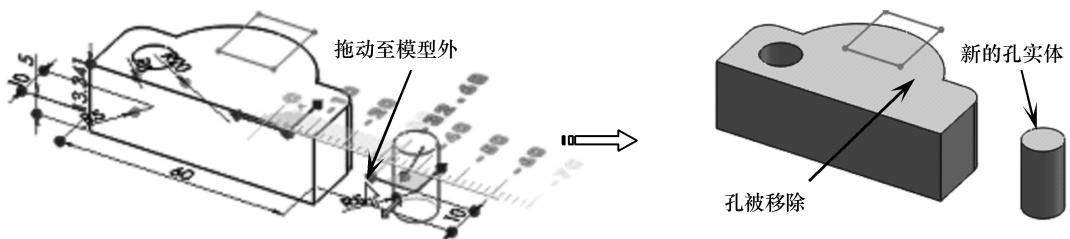

图 1-52 拖动控标以生成新的特征
- 05 该孔被直径尺寸约束，但定位位置未被尺寸约束，因此可以更改孔特征在模型中的位置。拖动孔控标至模型外，生成孔实体，模型中孔特征被移除，如图 1-52 所示。